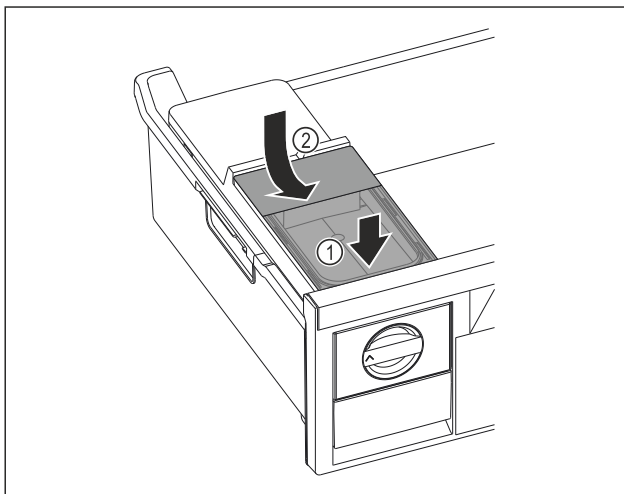

Fig. 152
- Aseta vesisäiliö edestä Fig. 152 (1)
- Laske vesisäiliö taakse alas Fig. 152 (2)